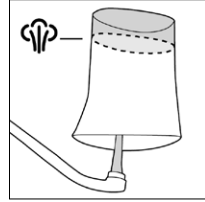

Figura 15
3. Llene con agua la jarra para medir agua hasta la marca de vapor (Figura 15 en la página siguiente) y vierta dentro del depósito de agua.